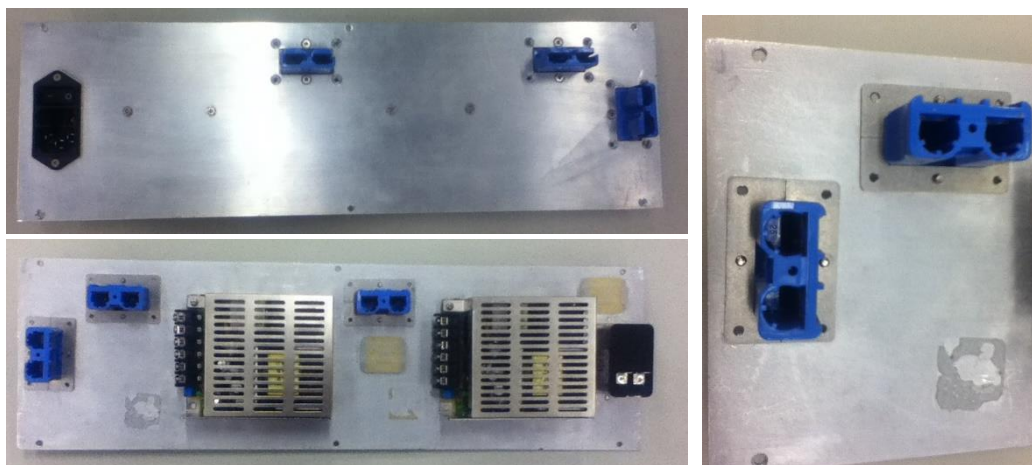

Figura 18 - Montagem do filtro de linha e conectores Anderson Power na chapa traseira
- 4.3.3 Instalar filtro de linha e conectores Anderson Power utilizando 2 parafusos escareados M3 x 6 em cada componente, de acordo com as orientações apresentadas na Figura 18. Atentar-se para forçá-los apenas o suficiente para uma fixação firme, evitando que as roscas espanem.